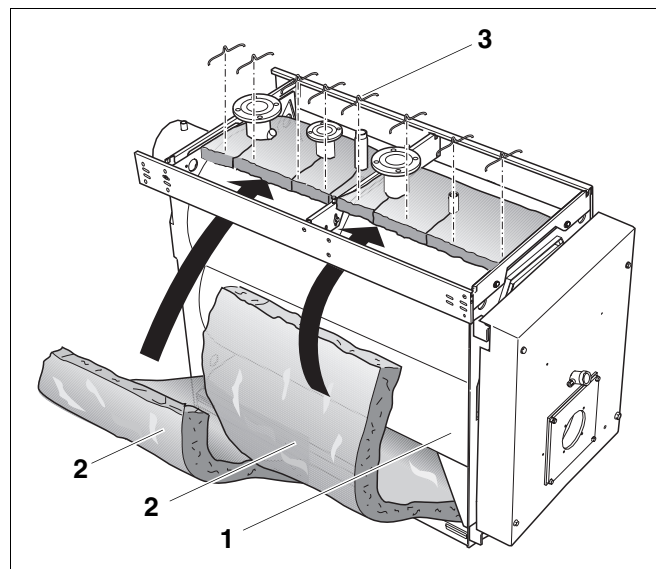

Рис. 22 Установка теплоизоляции корпуса котла
Теплоизоляция Logano S735 состоит из 2 частей для его корпуса (рис. 22) и для задней стенки котла.
- Протянуть теплоизоляцию корпуса котла (рис. 22, поз. 2) под котлом (рис. 22, поз. 1) и уложить по его поверхности (рис. 22, поз. 1).
- В месте косынок жесткости сделать вырезы в теплоизоляции (рис. 22, поз. 2).
- Закрепить теплоизоляцию (рис. 22, поз. 2) скобами (рис. 22, поз. 3).